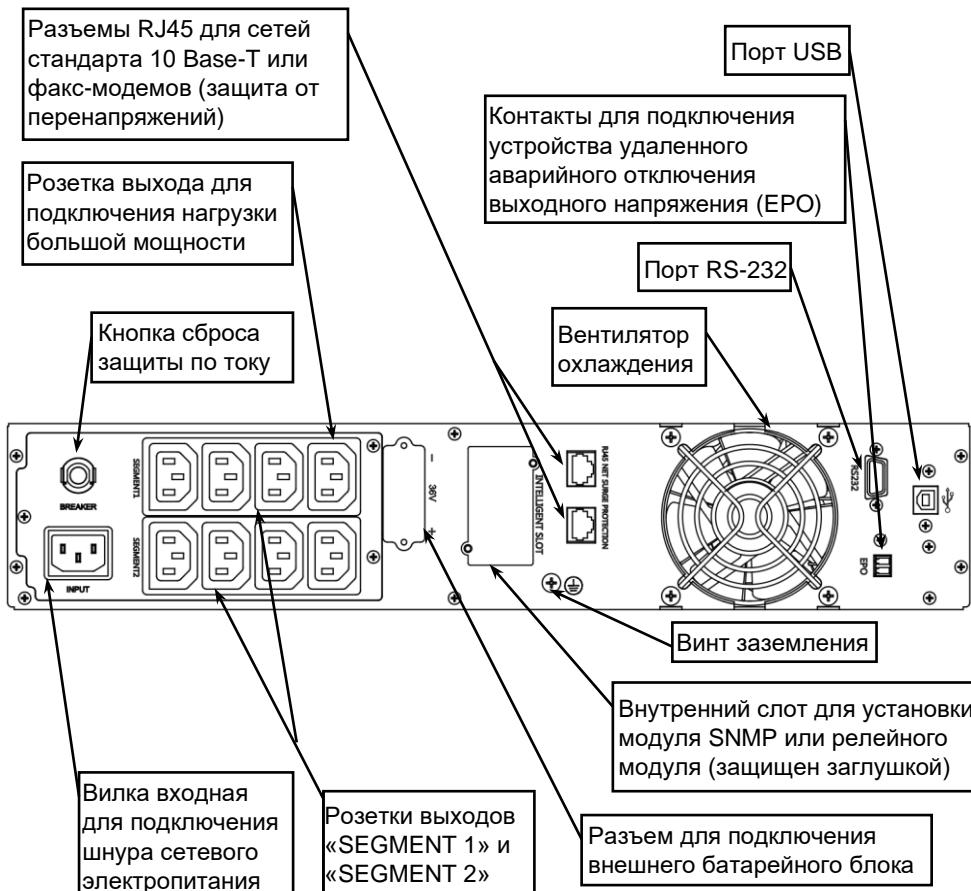

Рисунок 2 – Общий вид задней панели изделия.
**На задней панели изделия** расположены: входной и выходные разъемы, кнопка сброса срабатывания защиты по току (срабатывание защиты происходит при превышении уровня входного тока выше допустимого), вентилятор охлаждения, слот для SNMP-модуля или релейного модуля и разъемы коммутационных портов (см. рисунок 2).
Разместите изделие в шкафу и закрепите его на передних стойках. Соедините винт заземления изделия (см. рисунок 2) с контуром заземления телекоммуникационного шкафа перемычкой заземления (в комплект поставки не входит).
- Подключите к выходным розеткам изделия кабели питания нагрузок (см. рисунок 2).
Изделие оснащено интеллектуальным слотом (см. рисунок 2), предназначенным для установки модуля SNMP или реле. При установке модуля SNMP или релейного модуля в изделие, модуль обеспечивает расширенные возможности связи и мониторинга.